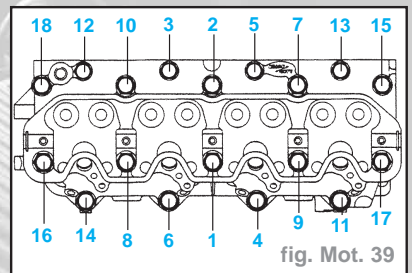

fig. Mot. 39
- Serrer tous les boulons selon la séquence indiquée, à un couple de **4 daN.m** (fig. Mot. 39).
Taille des boulons : (Fig. Mot. 39)
- Toujours dans l'ordre (Fig. Mot. 39) : Resserrer en deux passes à (serrage angulaire) **60° + 60°**